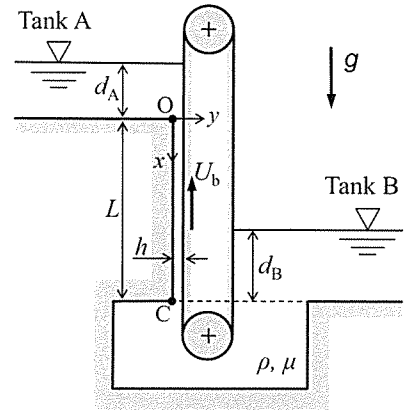

図 1
図1のように、長さ L (OC 間) で狭いすき間 h の鉛直流路が、十分に大きな上部タンク A と下部タンク B をつないでいる。タンク A とタンク B にはそれぞれ水深 d_A と水深 d_B の水が入っているが、この状態では重力の影響でタンク A からタンク B へ水が流出する。流出流量を制御するため、流路の片側をベルトにして速度 U_b で上向きに動かす。このすき間内の流れを解析するため、基礎式として 2 次元非圧縮性流体の連続の式と Navier-Stokes (NS) 式を用いる。
ただし図1に示されるとおり、狭い隙間の上部角部を原点 O とし、壁面に沿って下方に x 座標、これと直交する隙間方向に y 座標をとる。また、 x と y 方向の速度成分をそれぞれ u と v 、圧力を p とする。水の密度と粘度はそれぞれ ρ と μ 、重力加速度は g とし、これらは定数とする。